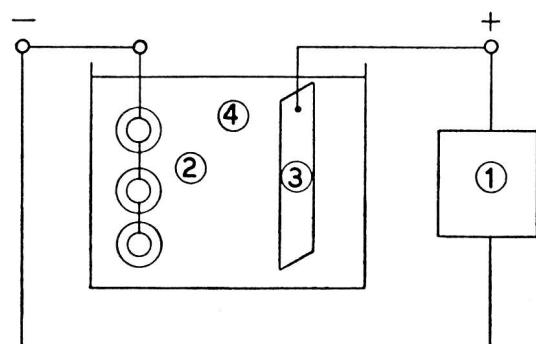

Fig. 16
**Galvanisierung.** Unter Galvanisieren versteht man das Ansetzen dünner Metallschichten auf andere metallene Gegenstände durch die Ausnutzung elektrolytischer Vorgänge (Fig. 16). So z. B. das Vernickeln.